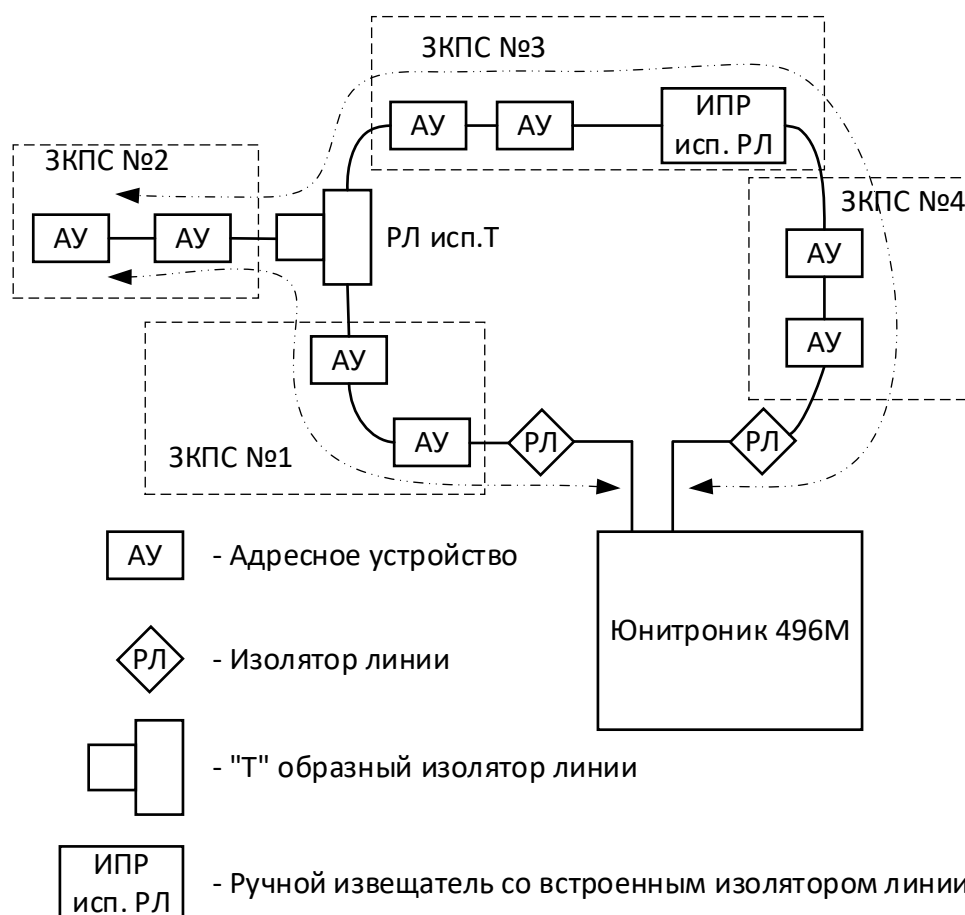

Рис. 12. Топология кольцевой адресной линии с ответвлениями.
3.9.3. Допускается применять топологию кольца с ответвлениями, как показано на рис.12. Для выполнения требований п.6.3.4 СП484.1311500.2020 ответвление должно быть подключено к кольцевой адресной линии через трехвходовой изолятор РЛ-2 исп.Т и содержать либо автоматические, либо ручные извещатели, принадлежащие не более чем одной ЗКПС.